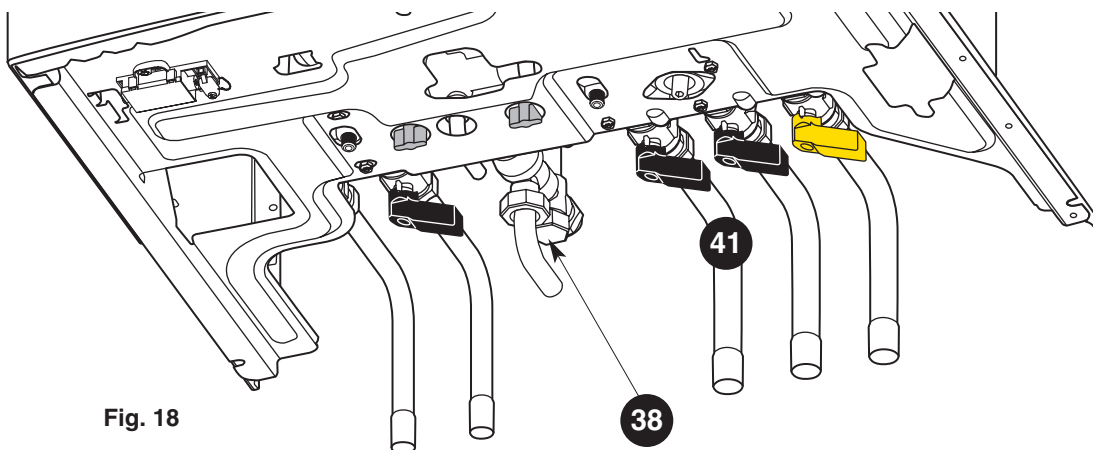

Fig. 18
- actionner la vanne d'évacuation de la soupape ballon **38** (fig. 18). L'eau s'écoule par l'orifice de vidange.